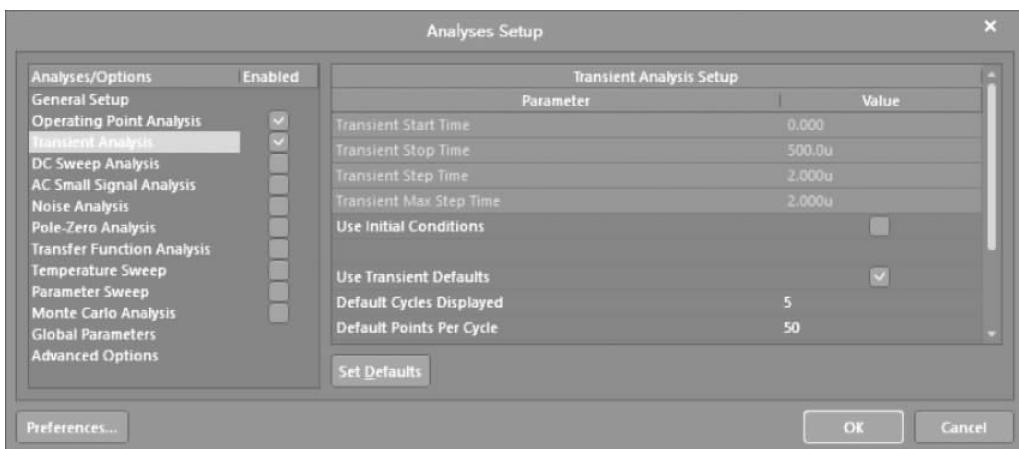

图 3-55 设置仿真参数界面 2
- ① 选中 Operating Point Analysis 和 Transient Analysis 选项,执行直流工作点和瞬态分析功能。
- ② 将 Collect Data For 设置为 Active Signals/Probes。
- ③ 将 IN 和 OUT 添加到 Active Signals 栏中。
- (3) 选择 Transient Analysis 选项,出现如图 3-55 所示的 Transient Analysis Setup (瞬态分析设置)对话框。按下面参数设置。